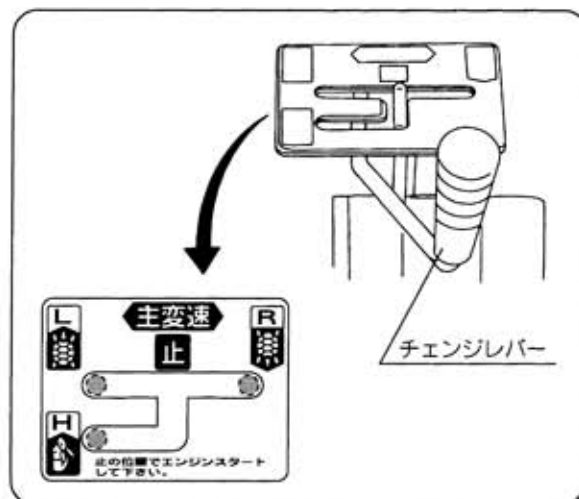

図11
- ① チェンジレバーを進行方向の位置にしてください。(図11)